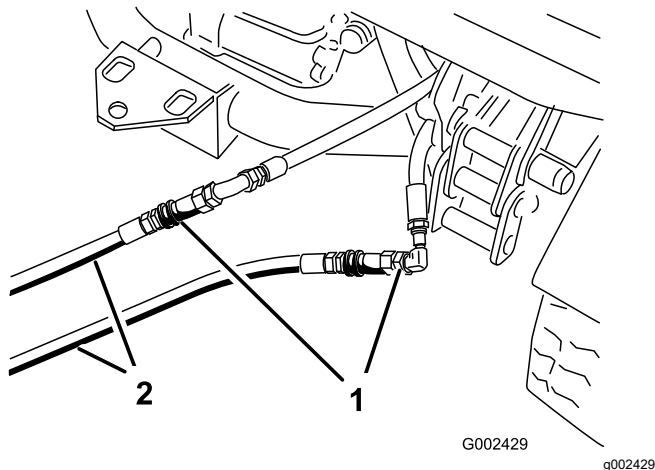

Figura 72
- Na máquina parada, ligue as duas mangueiras de ligação às mangueiras que foram desligadas (Figura 72).